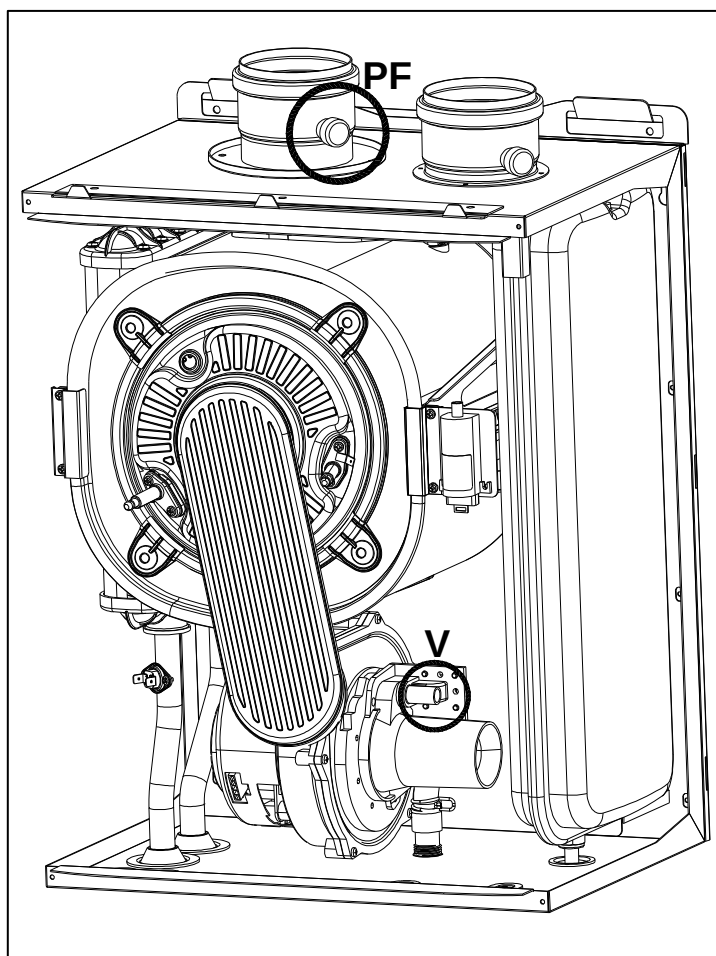

Fig. 1
- svitare il tappo ed inserire l'analizzatore nell'apposita presa fumi **PF** (fig. 1) per controllare il valore di CO₂ e assicurarsi che il valore sia conforme a quanto riportato in tabella 1;
- letto il valore di CO₂ nello strumento se questo non fosse corrispondente al valore sopra indicato agire sulla vite **V** (fig.1) del venturi in senso orario per diminuire il valore di CO₂ viceversa per aumentare ;